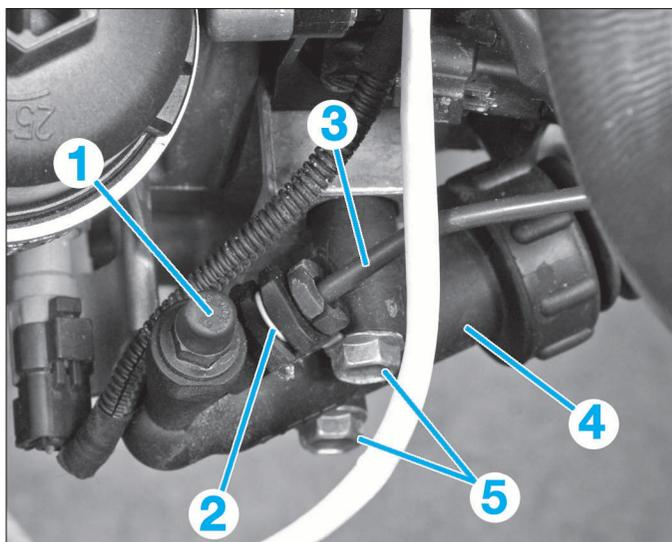

FIG. 2
- Vidanger le circuit de commande hydraulique d'embrayage avec la vis de purge (1) (Fig.2).
- Retirer l'agrafe (2) de la canalisation hydraulique (3) sans la déposer complètement (Fig.2).
- Retirer la canalisation hydraulique (3) du récepteur d'embrayage (4).
- Reposer les 2 vis (5) (Fig.2).
- Verrouiller l'agrafe (2).
- Accoupler un tuyau transparent sur la vis de purge (1) (Fig.2).
- Ouvrir la vis de purge (1) jusqu'à ce qu'il n'y ait plus de pression dans le circuit.